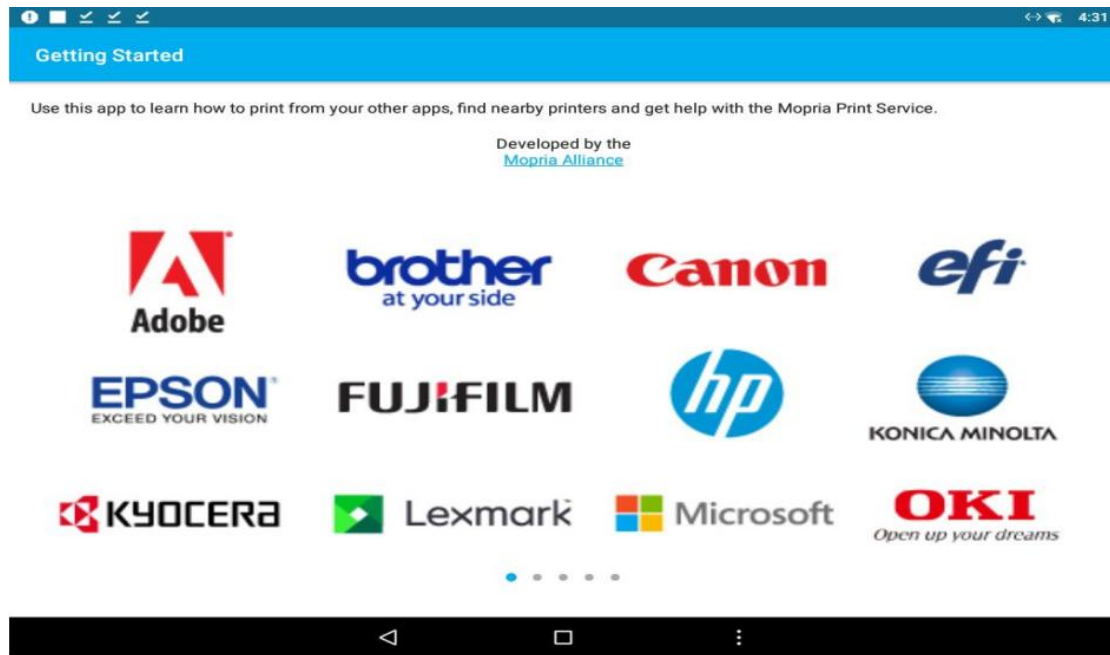
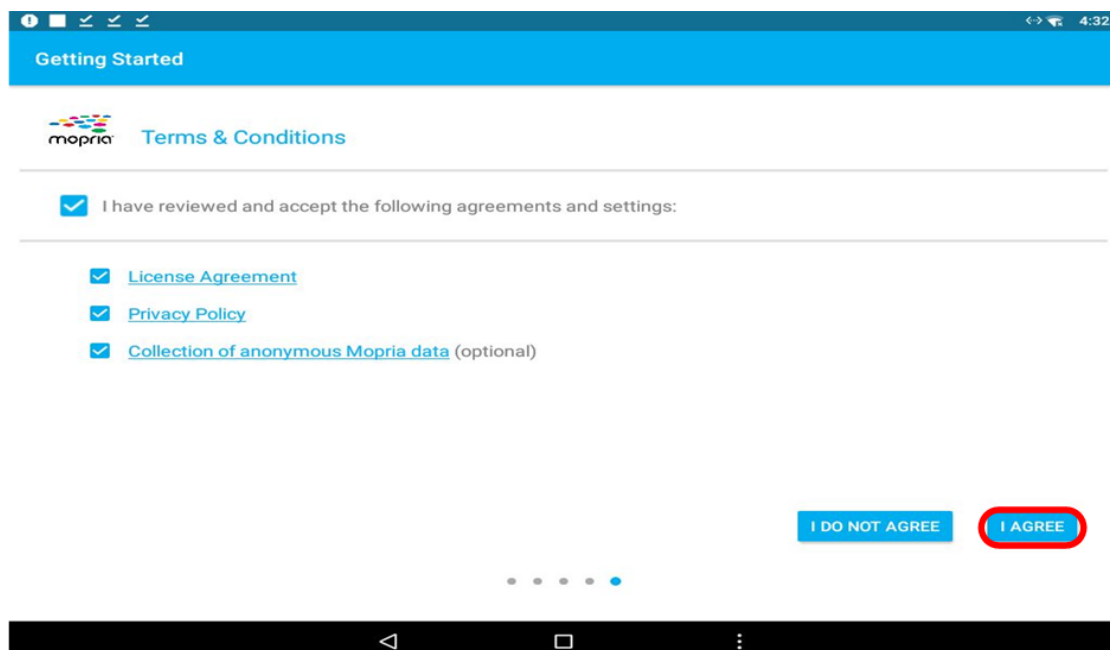

図 6
図 7
3、インストールされた印刷ソフトウェアを開きます（図 6 参照）。最後のページに移動し、ライセンス契約とプライバシーポリシーに**同意**します。図 7 に示すように「**I AGREE**」をクリックしてソフトウェアの使用を開始します。